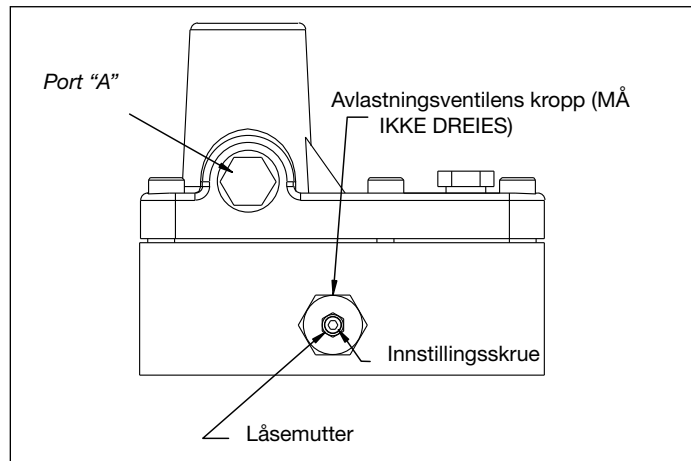

Fig. 11, Avlastningsventil - VM22
1. Monter en 0-1.035 bar [0-15.000 psi] trykkmåler på port "A" (se fig. 11).